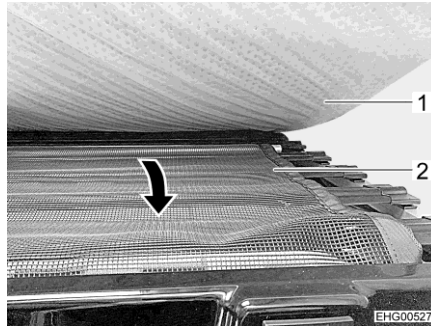

Fig. 41 Red de seguridad
- Extraer la red de seguridad (Fig. 41,2) de debajo del colchón (Fig. 41,1) y extenderla sobre el orificio de acceso.